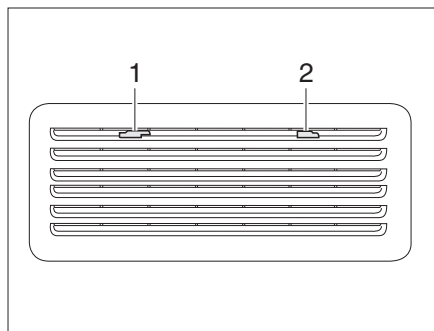

Fig. 132 Rejilla de ventilación del frigorífico (Thetford)
- Deslizar el bloqueo (Fig. 132,1 y 2) hacia el centro.